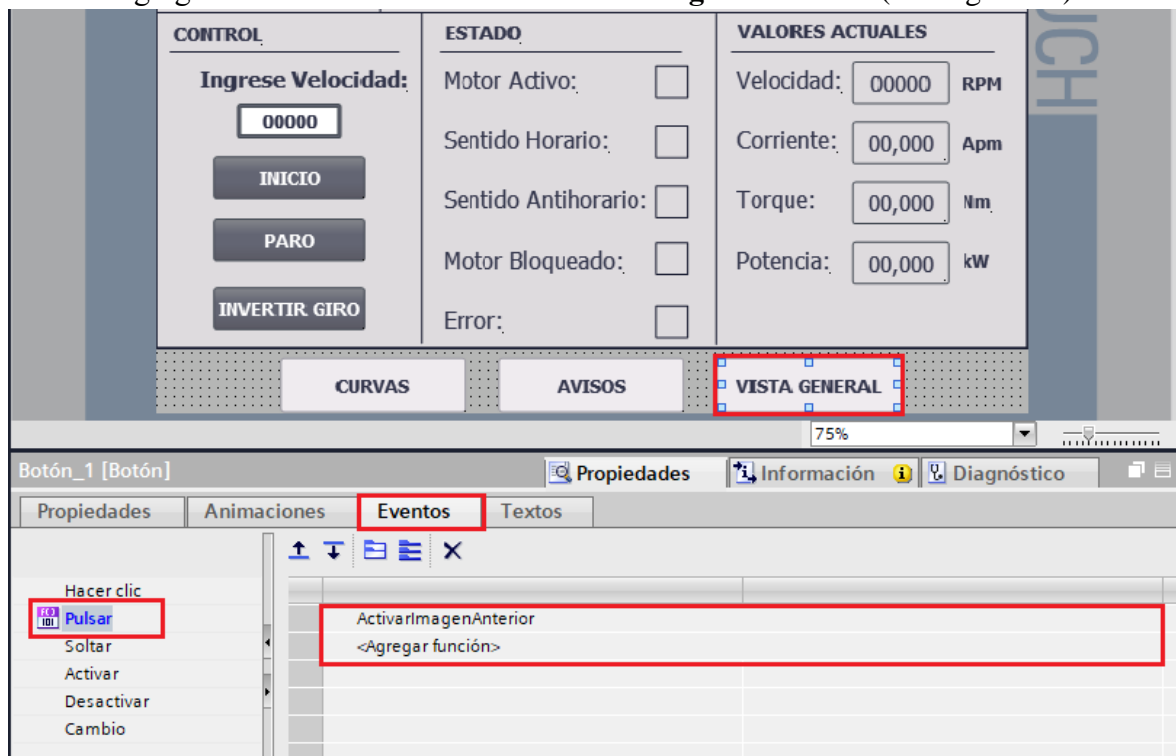

Figura 62. Configuración botón VISTA GENERAL.
- En “<Agregar función>” seleccionar “ActivarImagenAnterior” (ver Figura 62).